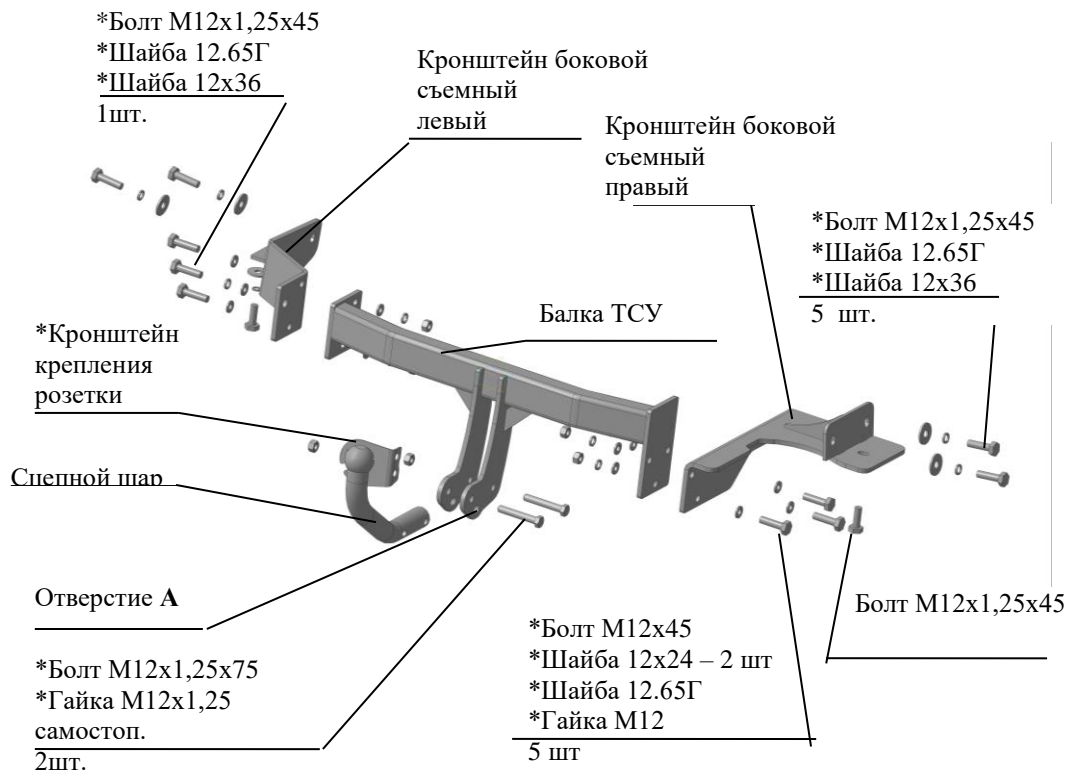

Рис. 1 Тягово-сцепное устройство 7361.
2.1 ТСУ 7361 в сборе (рис.1)	1 шт.
2.2 Пакет с комплектующими (см. рис.1)	1 шт.